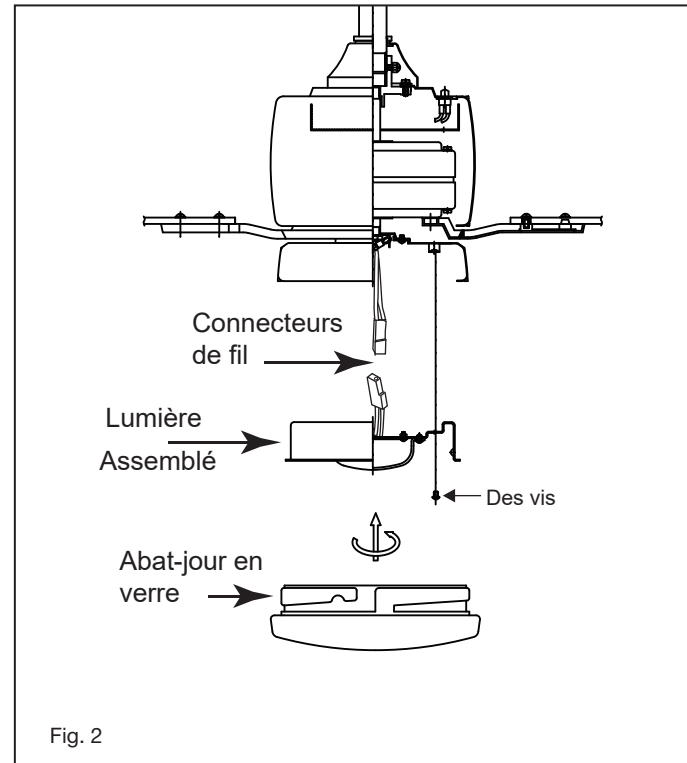

Fig. 2
- 1 Retirez l'une des trois vis de la plaque d'adaptation située sur le moteur du ventilateur. Desserrez les 2 autres vis. (Ne pas retirer) (Fig.2)
- 2 Tout en maintenant l'assemblage LED sous votre ventilateur, effectuez les connexions polarisées: (Fig.2)